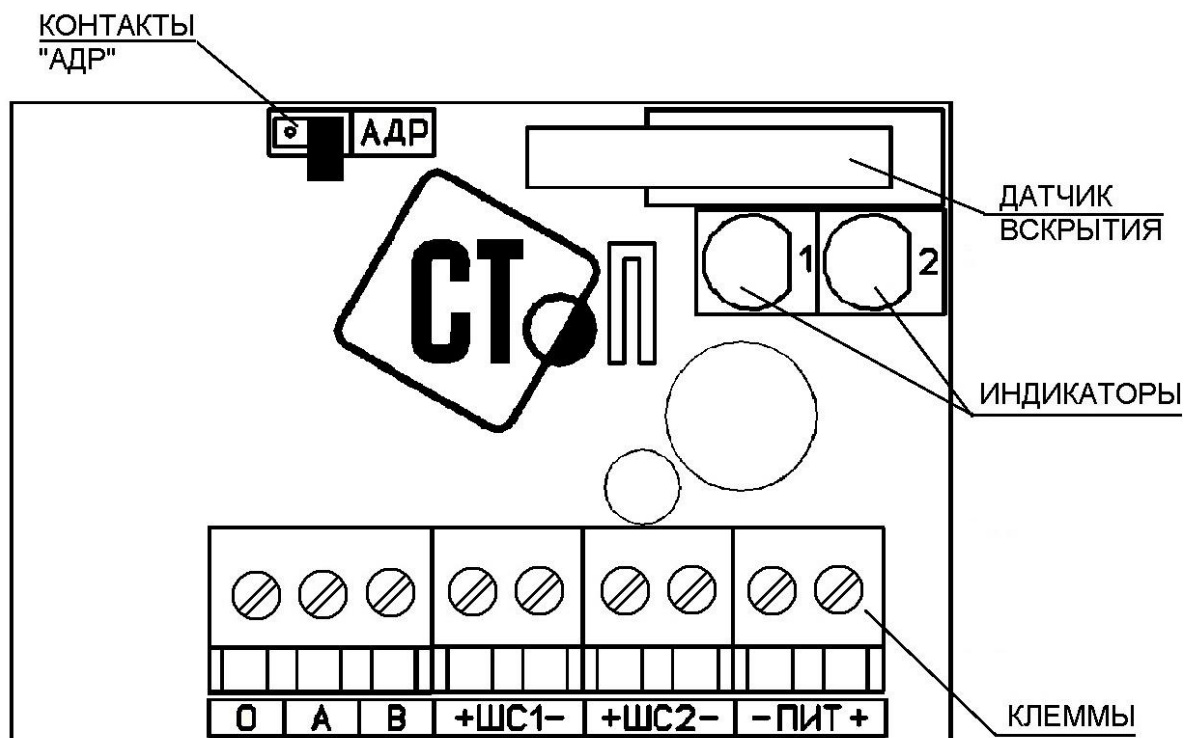

Рисунок 1 – Панель БС
1.10 Регистрации БС2 (БС2-О) в составе комплекса и присвоение ему сетевого адреса осуществляется при включении БС2 (БС2-О) в режим регистрации путем установки переключки «АДР» (рисунок 1).